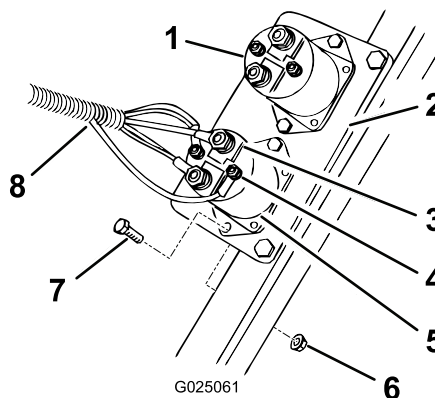

Figura 7
2. Instale o solenóide na placa existente utilizando dois parafusos (#10 x 3/4 pol.) e duas porcas (#10) como se mostra em Figura 7.